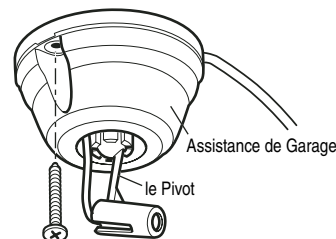

Figure 2
**Installation d'un assistant de garage :** Torsader ensemble les fils de la même couleur de l'assistant de garage et des détecteurs de sécurité. Insérer les fils torsadés dans les trous de branchement rapide, blanc dans blanc et blanc-noir dans gris (Figure 2).\*